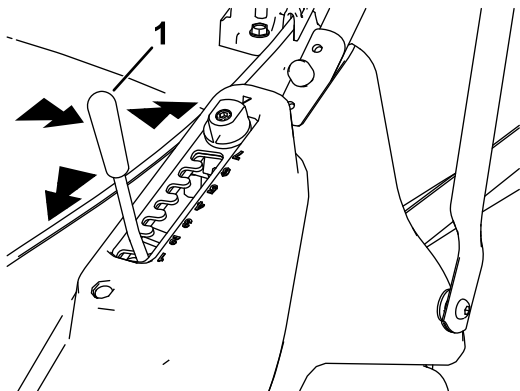

Figure 16
1. Tirez le levier de hauteur de coupe sur le côté pour le désengager du cran de verrouillage (Figure 16).
2. Poussez le levier en avant pour réduire la hauteur de coupe ou tirez-le en arrière pour augmenter la hauteur de coupe (Figure 16).
3. Relâchez le levier à la position voulue et vérifiez qu'il s'enclenche fermement dans l'un des 7 crans de réglage (Figure 16).